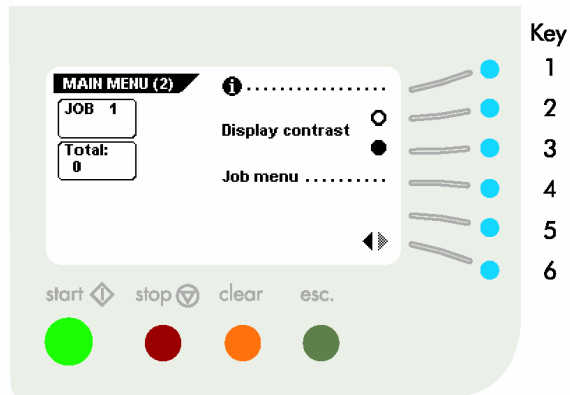

Fig. 9
El menú principal consta de dos menús main menu (1) y main menu (0). Tras presionar la tecla 6 en el main menu (1), el display mostrará el main menu (0) como muestra la fig. 9.